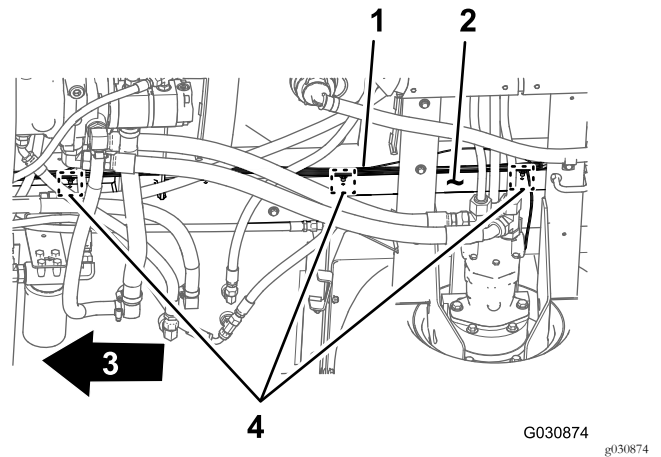

Figure 20
3. Retirez les 3 fixations à pression qui fixent le faisceau arrière dans les trous du tube de cadre droit de la machine (Figure 20).